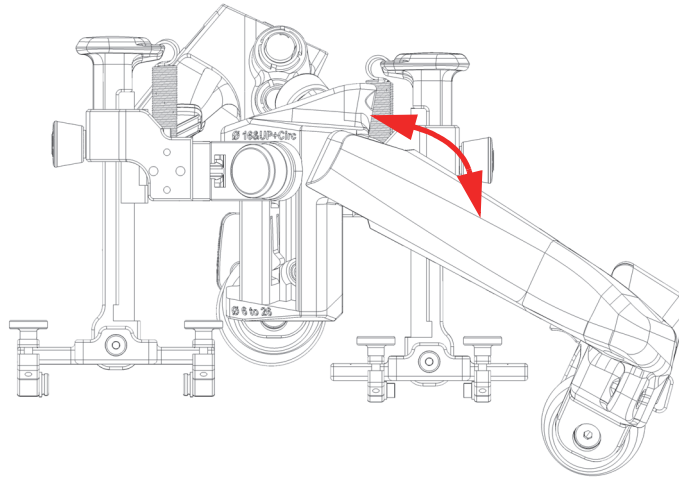

Figura 2-4 Ajuste circunferencial de estructura en posición pivote para tuberías de diámetro externo igual o inferior a 406,4 mm (16 pulg.)
Cuando están lo suficientemente sueltas, las perillas salen de las roscas, permaneciendo unidas al escáner (ver Figura 2-4 en la página 43).
2. Pivote la estructura hasta la posición deseada, asegurándose de que ésta no supere el límite máximo de recorrido hasta que las perillas se contraigan en la estructura (ver Figura 2-4 en la página 43)